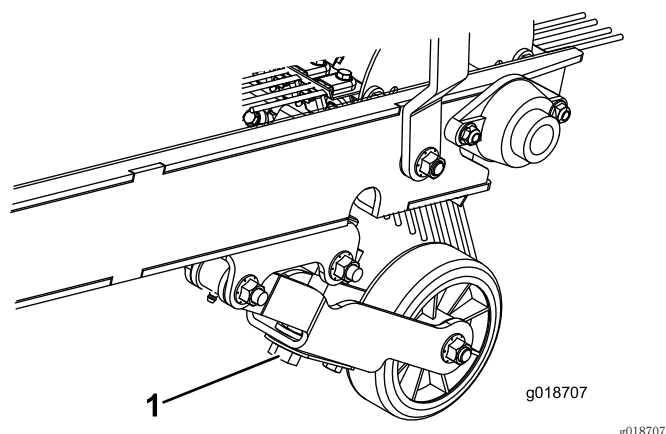

图10
2. 旋转深度调节螺栓，直至搂耙可以轻轻接触到草坪草的顶部。如果安装了清扫机，清扫机应与草坪表面轻轻接触。当清扫机运转时，表面接触宽度应该是整个清扫机长度的约 25.4mm 宽（图10）。